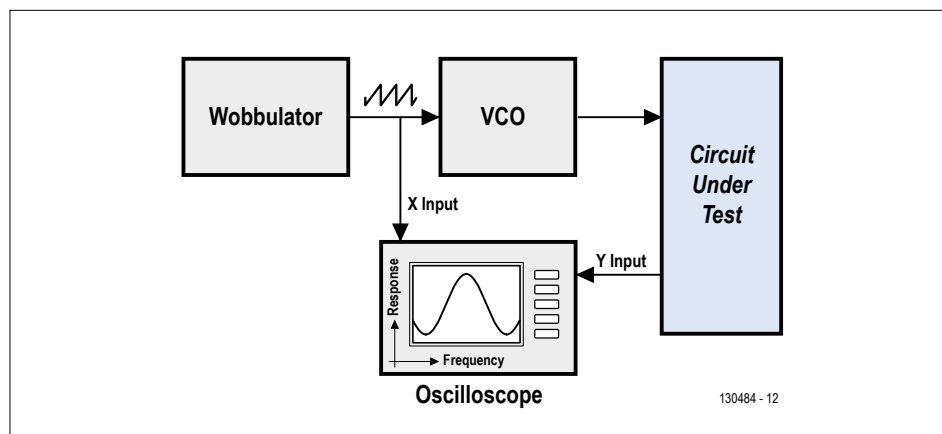

Figure 1. Diagramme fonctionnel simplifié d'un vobulateur, ou générateur de balayage.
Un vobulateur s'utilise conjointement avec un oscilloscope pour mesurer la réponse en fréquence d'un circuit (RF) (**fig. 1**). Un générateur de fonctions de type « dents de scie » ou « rampe » relié à un oscillateur commandé en tension (VCO) produit en sortie un balayage de fréquences couvrant une bande déterminée. L'attaque des déviations X et Y de l'oscilloscope par les signaux du circuit à tester et du vobulateur permet de visualiser la réponse du circuit à tester — habituellement un filtre ou un amplificateur. On utilise le vobulateur pour aligner les étages de fréquence intermédiaire des récepteurs superhétérodynes, mais également pour mesurer les réponses en fréquence de filtres RF ou d'autres circuits.